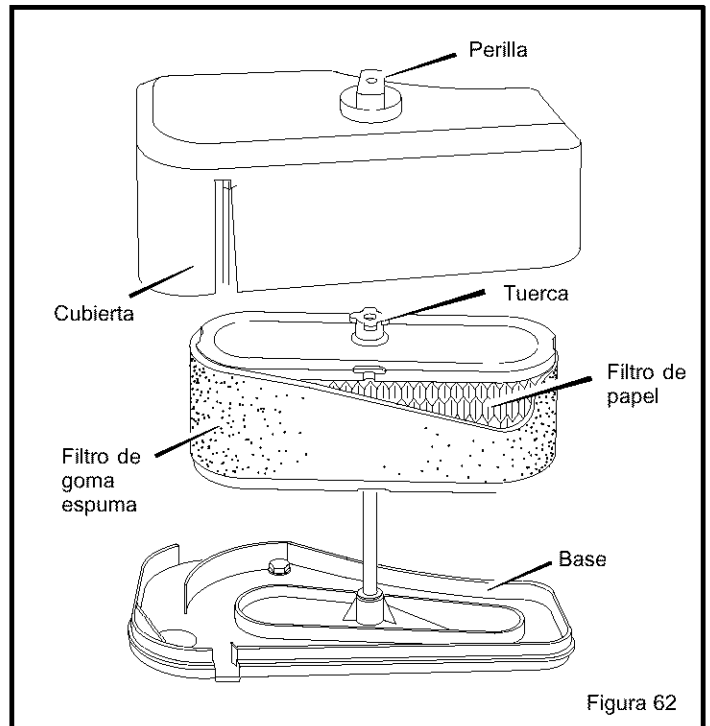

Figura 62
1. Quite la **perilla** de la **cubierta** (Figura 62).